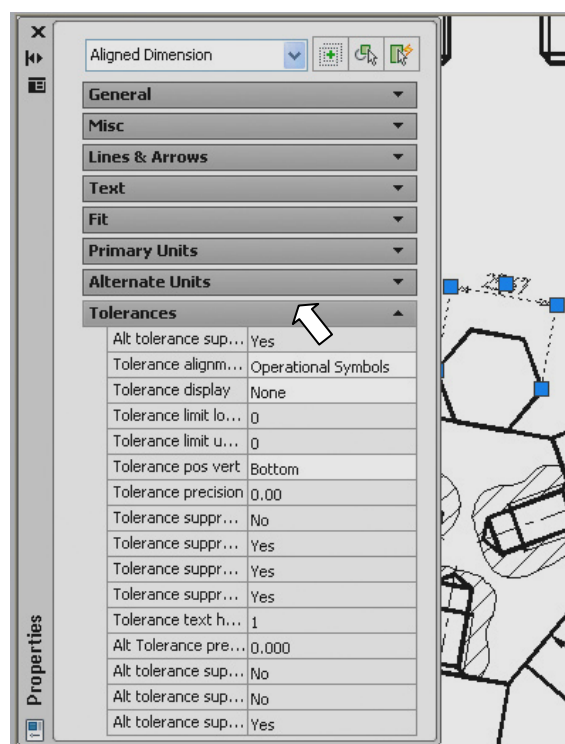

Рис. 11.21. Диалоговое окно свойств объекта **PROPERTIES**
Любые свойства объектов, включая и те, которые изменяются при помощи рассмотренной ранее панели инструментов **Properties** (Свойства объектов), можно изменить в диалоговом окне **PROPERTIES** (СВОЙСТВА) (рис. 11.21). Вызов диалогового окна **PROPERTIES** осуществляется щелчком на кнопке  **Properties** (Свойства), расположенной на панели инструментов **Standard** (Стандартная).
2. Вызовите диалоговое окно **PROPERTIES** (СВОЙСТВА). Появится диалоговое окно, в верхней части которого будет показано название выбранного объекта (см. рис. 11.21).